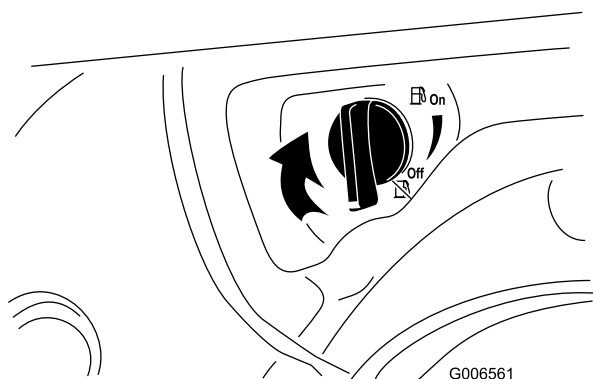

Figura32
- Închideți ventilul de închidere a combustibilului rotindu-l în sensul acelor de ceasornic (Figura32).